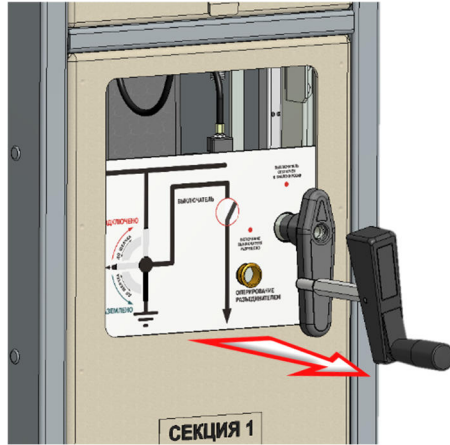

Рис.4.12. Извлечение рукоятки управления разъединителем
- Извлечь рукоятку управления разъединителем из гнезда, рис. 4.12.